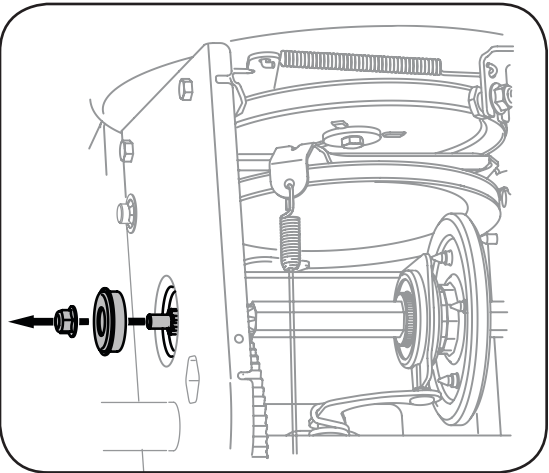

Figure 6-11
4. Retirez doucement l'écrou à six pans et la rondelle qui maintiennent l'arbre hexagonal sur le châssis de la souffeuse et frappez doucement sur l'extrémité de l'arbre pour dégager le roulement à billes du côté droit du châssis. Voir la Figure 6-11.
- c. Dégagez la roue de frottement de la poulie motrice. Voir la Figure 6-11.